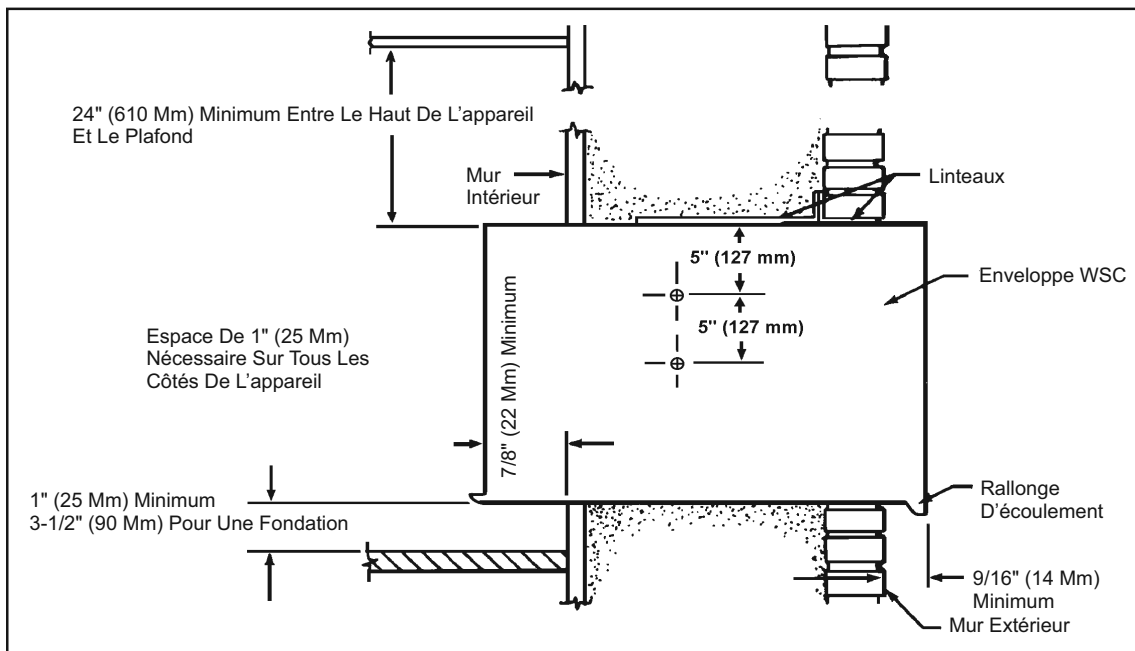

Figure 8
B. Il faut allouer une distance de 1" (25 mm) sur tous les côtés entre l'appareil et le mur ou le sol. Quand une fondation est utilisée, il faut une distance minimum de 3-1/2" (90 mm) entre le sol et l'enveloppe. Pour minimiser les risques de cycles courts du compresseur, il faut avoir une distance d'au moins 24" (610 mm) entre le plafond et le haut de l'appareil (consulter la Figure 8).
- ÉTAPE 1** Après avoir déballé l'enveloppe WSC du carton, enlever le panneau avant sans peinture. Mettre l'enveloppe WSC dans l'ouverture en suivant les instructions fournies dans Paramètres d'installation. Attacher l'enveloppe sur l'intérieur du mur avec deux vis n° 12A x 2" de chaque côté de l'enveloppe (Figure 8). Mettre des cales en haut de l'enveloppe, au milieu. Visser une vis n° 12A x 2 en haut de l'enveloppe, près des cales. Installer les vis de l'intérieur de l'enveloppe. Si l'ouverture n'a pas de cadre en bois, utiliser des boulons à coquille d'expansion ou des boulons à ailettes (pas fournis).